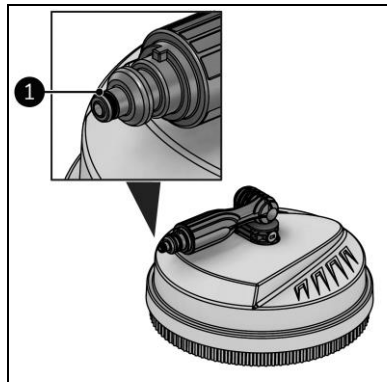

Figure 17
4. Passez de la vaseline sur le joint torique du nettoyeur de sol (figure 17, pos. 1).